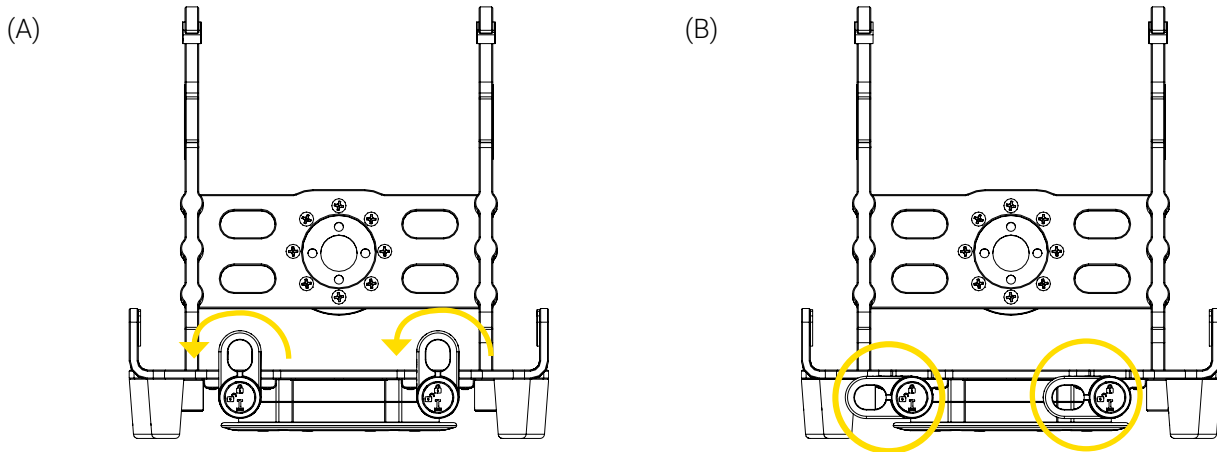

Figure 2: Déverrouillage du support Bracket Pro Serie 60 - FL
1. Si les deux (2) verrous rotatifs situés à l'avant du support sont en position verrouillé , faites les tourner un quart de tour dans le sens antihoraire à la position déverrouillée  (Figure 2 B).